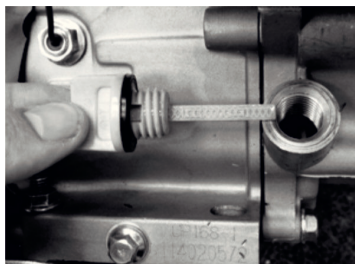

Рис. 3
2. Выкрутите пробку маслозаливной горловины (рис. 3)
1. Выкрутите пробку маслосаливной горловины (рис. 3)